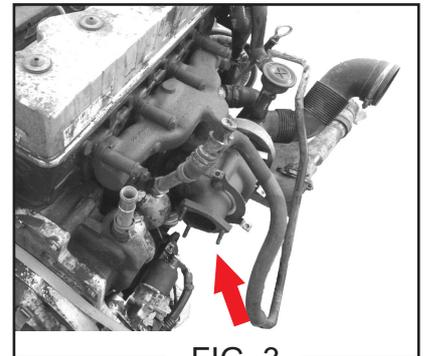

FIG. 3
- 2 Desmontar el catalizador para tener mayor acceso a la tapa de la bomba de agua (FIG. 3).